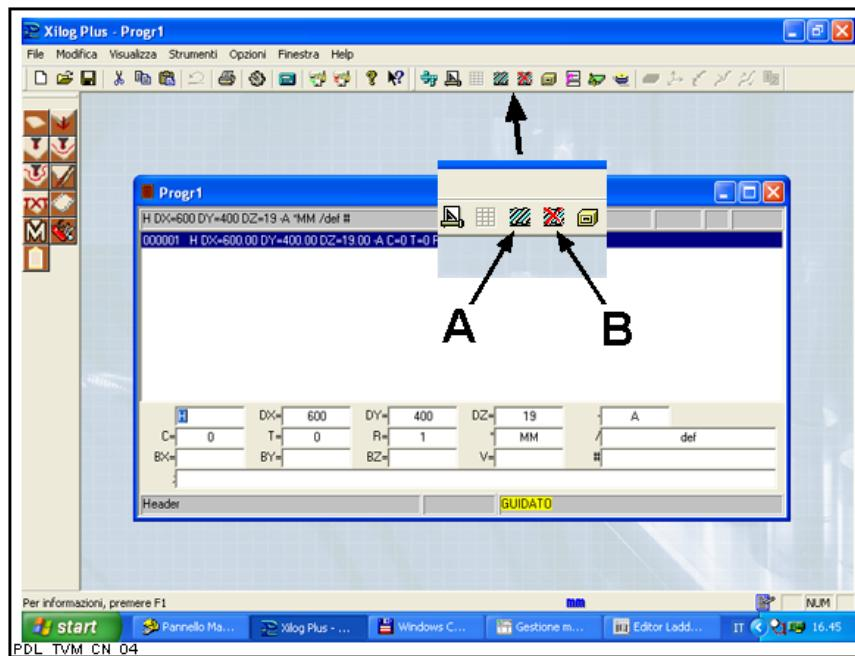

Fig. 11
L'icona A (Fig. 11) si attiva all'apertura di un programma di lavorazione.
**Con l'icona B (Fig. 11) si cancella la configurazione piani memorizzata con il programma.**